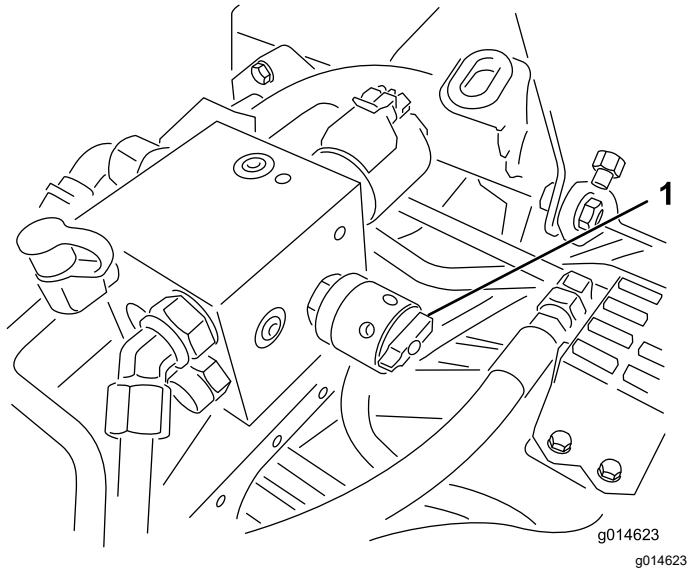

Figure 60
6. Tournez la commande de vitesse des cylindres à la position 1 (Figure 60).
4. Pour régler la vitesse des cylindres, tournez le bouton (Figure 60) jusqu'à ce que les flèches soient en face de la valeur déterminée à l'opération 3.